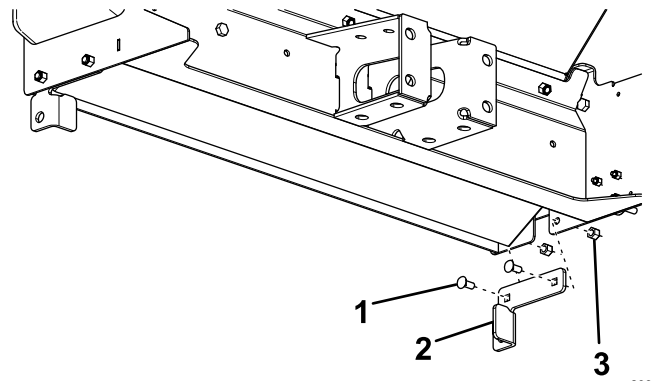

图 17
2. 用 4 个螺栓 5/16 英寸和锁紧螺母将车箱止动装置固定至撒布机机架的两侧 图 17。